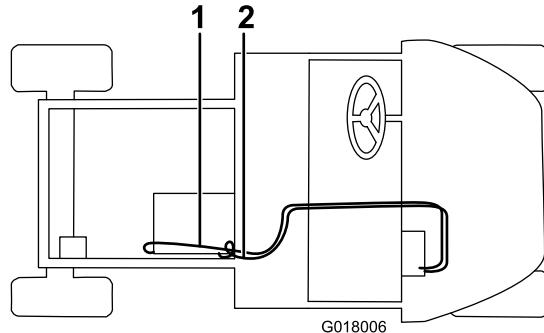

Figura 22
5. Ligue o tubo comprido à válvula do aquecedor com uma braçadeira de tubos e encaminhe-o através do furo na base do banco, do furo na estrutura da caixa e para o encaixe recto com uma braçadeira de tubos (Figura 22). Corte o tubo em excesso para se ajustar.
6. Ligue o tubo mais curto ao enchimento em T branco com uma braçadeira de tubos, encaminhe-o através do grampo em R no porta-luvas, através do furo na base do banco e ligue-o ao encaixe em T no tubo inferior do radiador com uma braçadeira de tubos (Figura 22). Corte o tubo em excesso para se ajustar.